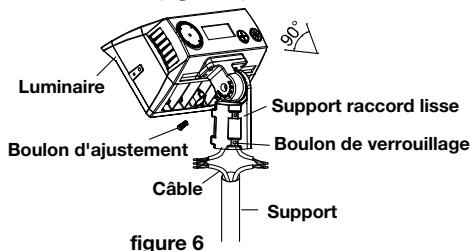

figure 6
- Étape 1 : connectez le fil adéquatement et placez le fil dans le fût. Ensuite sécurisez les boulons de verrouillage entre le raccord lisse et le fût (figure 6);
Remarque : l'angle ajustable est de +/-90° (figure 6).